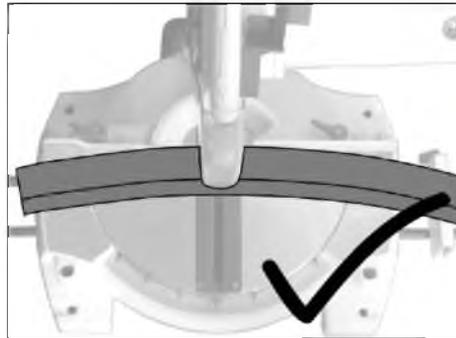

Рис. 7
- Криві та зігнуті заготовки повинні бути встановлені так, аби точка розпилу заготовки упиралася в упор для заготовки (Рис. 7).